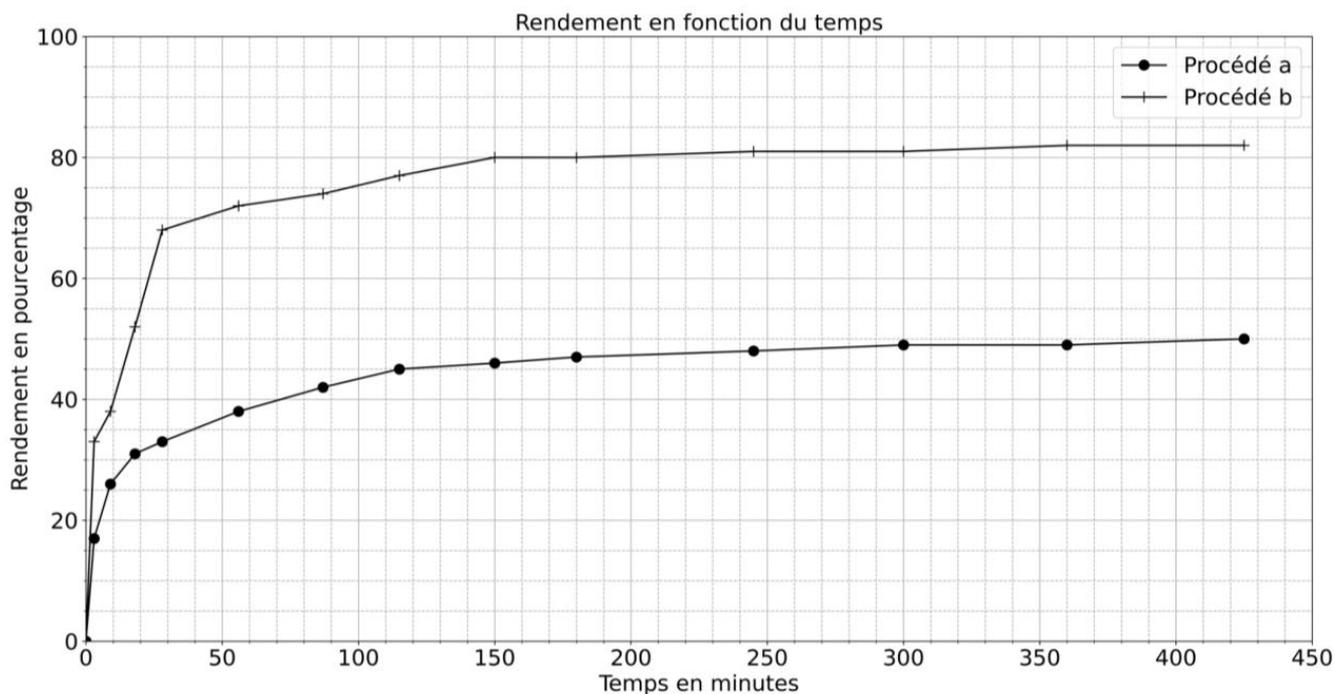

Figure 4. Évolution temporelle du rendement de la réaction d'estérification suivant le procédé a ou b.
La synthèse de lactate d'éthyle est réalisée dans un ballon équipé d'un réfrigérant. Les quantités suivantes de réactifs sont introduites dans le réacteur : 66,7 g d'éthanol et 39,1 g d'acide lactique. 0,33 g d'acide sulfurique est ajouté aux réactifs. Le milieu réactionnel est agité au moyen d'un agitateur magnétique et porté à la température de 80 °C. Le rendement en lactate d'éthyle en fonction de la durée de la réaction est représenté sur la figure 4.
La synthèse de lactate d'éthyle est réalisée de la même manière que pour le procédé a mais en ajoutant un solvant d'extraction aux réactifs. Le rendement en lactate d'éthyle en fonction de la durée de la réaction est représenté sur la figure 4.
- C.3.** En utilisant la figure 4, comparer les rendements obtenus par les deux procédés et indiquer le procédé le plus efficace.